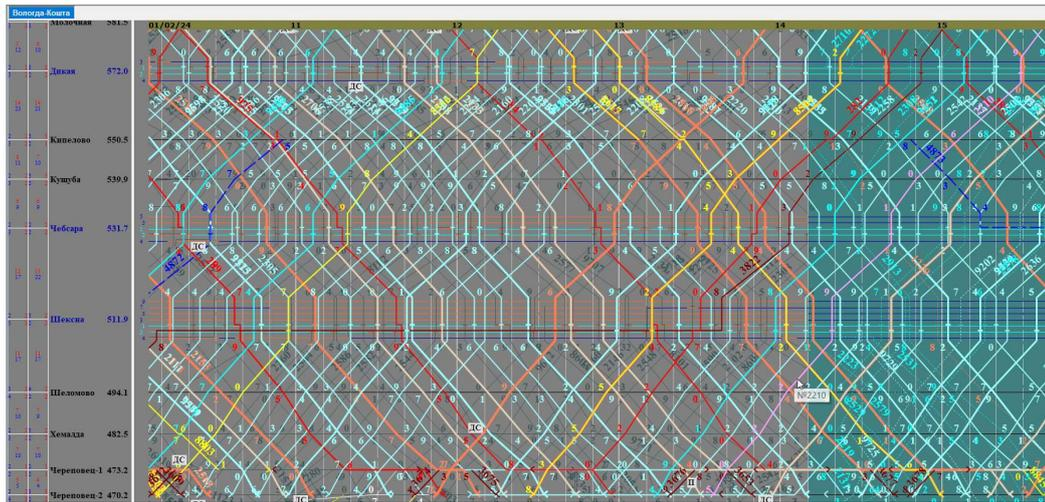

Рис.45. Режим отображения ГИД – Нормативный график на ГИД
- г) нормативный график на графике исполненного движения (см. рис. 45)